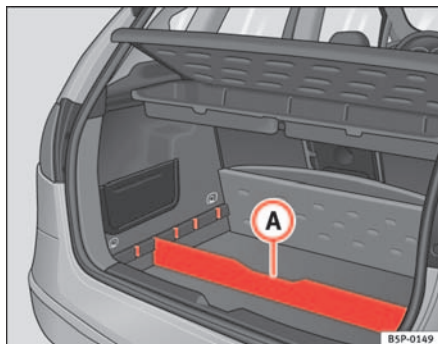

Abb. 105 Trennelement
- Das Trennelement **(A)** ⇒ Abb. 105 je nach Größe der zu transportierenden Gegenstände in die seitlichen Schlitzze einsetzen. Unter dem Fach befinden sich die Bordwerkzeuge und das Ersatzrad.